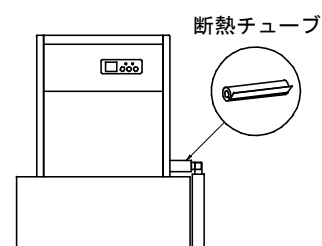

図 5
- ・ 高湿時にドレンパイプ及び排水ホースに結露する場合は、その部分を付属の断熱チューブで断熱処理をしてください。断熱チューブは適切な長さに切断して使用してください。(図 5)